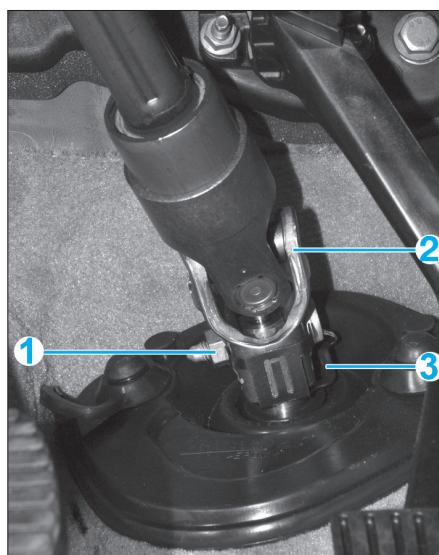

Fig. 15
- Déposer le boulon de fixation (1) de la colonne sur le boîtier de direction en écartant l'agrafe de sécurité (3) (Fig.15).
- Dégager le cardan (2) du boîtier de direction.